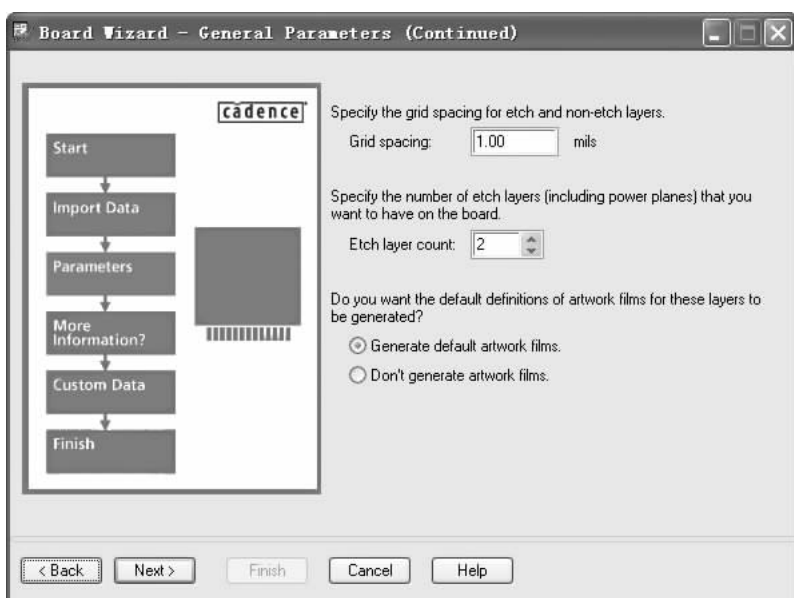

图 10-33 “Board Wizard - General Parameters (Continued) (板向导模板)” 对话框
8. 单击 **Next >** 按钮，进入图 10-33 所示的对话框，继续设置图样参数。